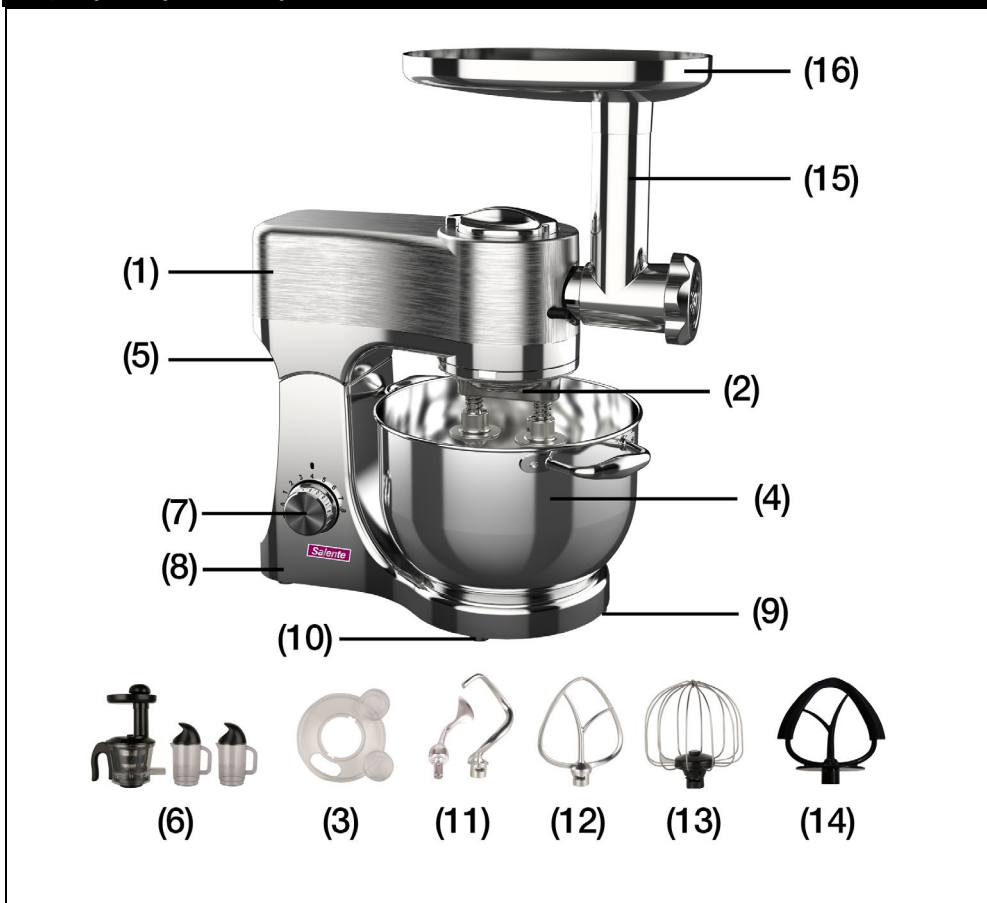
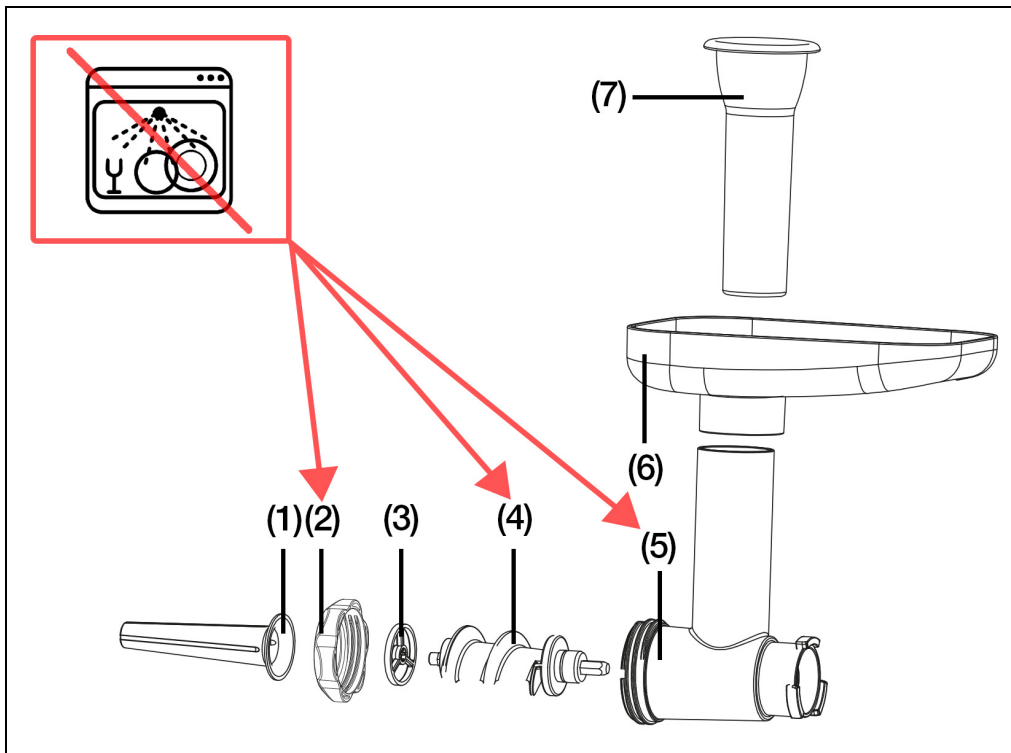

Fig. 1
Fig. 5
1. Ridicați butonul de ridicare (5), fig. 1, deblocați partea superioară a aparatului și ridicați-o.
2. Introduceți bolul (4) cu alimente în partea inferioară și rotiți-l în sensul acelor de ceasornic.
3. Introduceți unul dintre următoarele accesorii în unitatea (2): cârlige de frământat (11), paletă de amestecat (12), tel (13) sau paletă flexibilă (14) și apoi rotiți-le în sensul acelor de ceasornic.
Asamblați mașina de tocat carne conform instrucțiunilor și atașați-o în sens invers acelor de ceasornic la partea din față a capului aparatului, așa cum se arată în Fig. 1.
Asamblați tăietorul de legume conform instrucțiunilor de mai sus și, prin mișcarea în sens invers acelor de ceasornic, fixați-l în partea frontală a capului aparatului, în același loc în care este fixată mașina de tocat carne, potrivit fig. 1.
- Asigurați-vă că tensiunea indicată pe plăcuța de identificare corespunde cu tensiunea de la rețeaua dumneavoastră. Plăcuța de identificare poate fi găsită pe partea inferioară a blocului motor. Motorul trebuie să fie întotdeauna oprit înainte de a conecta dispozitivul la rețeaua de alimentare. Comutatorul de viteze (7) - Fig. 1 trebuie să fie setat pe „0”.
1. Înainte de curățare, asigurați-vă că comutatorul de viteze (7), Fig. 1 este în poziția „0” și că aparatul este deconectat de la priză.
4. Nu scufundați niciodată partea principală a dispozitivului (1) și (8) în apă.
5. **Părțile din aluminiu ale polizorului (2), (4) și (5) din Fig. 5 nu pot fi spălate în mașina de spălat vase. Există riscul ruperii stratului protector.** Bolul poate fi curățat, de asemenea, cu apă caldă și detergent, dar nu folosiți detergenți abrazivi concepuți pentru curățarea profundă și intensivă a suprafețelor.